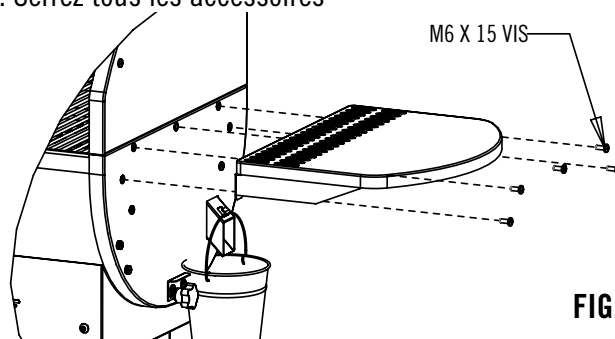

FIG. 8
1. Installer l'étagère comme illustré à la Fig. 8.